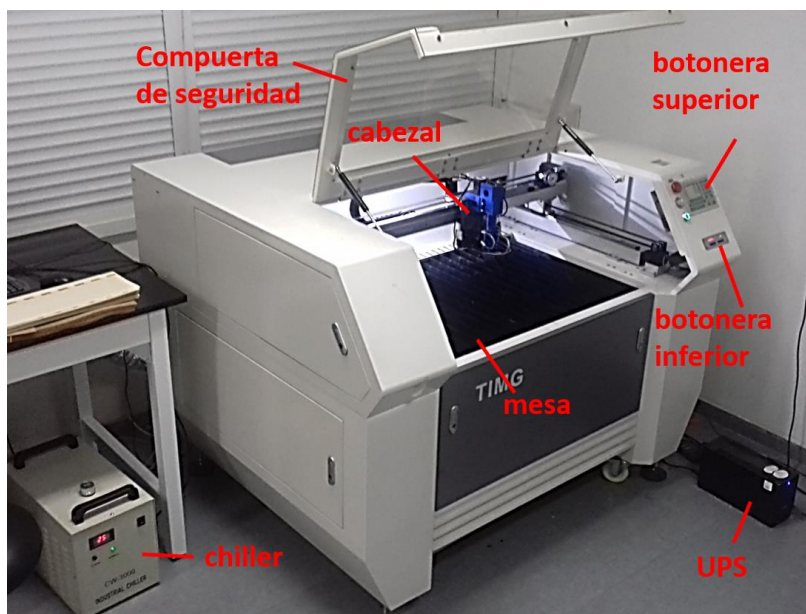

Figura 1. Principales partes de una cortadora laser
El proceso de corte consiste en que un haz de luz (laser) de alta intensidad evapora y funde el material que se desea mecanizar. En la Figura 1 se observa que este haz de luz, procedente de un
3) Nivelar el cabezal respecto al material de manufactura. Para eso se utiliza la escuadra presentada en la Figura 6. La escuadra se pone entre el cabezal y el material, la altura del cabezal se debe ajustar hasta que este toque la escuadra. Para cambiar la altura del cabezal se debe utilizar la botonera inferior (ver Figura 1), apretando los botones “up” and “down”.